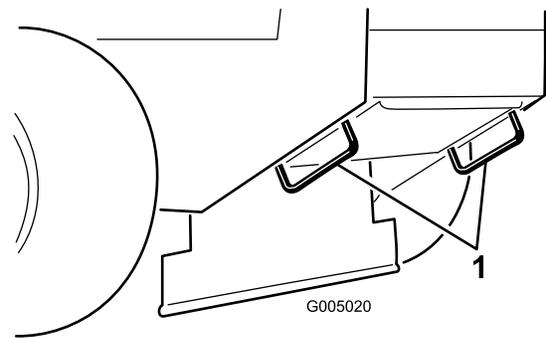

Figure 14
5. Servez-vous des points d'attache en métal de la machine pour arrimer solidement la machine sur la remorque ou le véhicule utilitaire avec des sangles, des chaînes, des câbles ou des cordes (Figure 14).